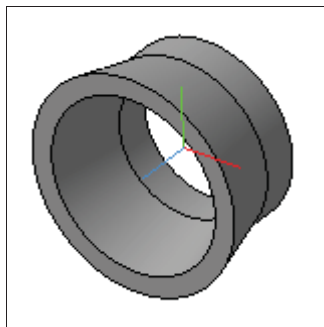

Рис. 19.14. Модель в режиме Полутоновое с каркасом
- ♦ для создания трехмерной модели нажмите ЛК мыши кнопку **Создать объект** на панели **Параметры**. На экране появится созданная модель (рис. 19.14) в режиме отображе-